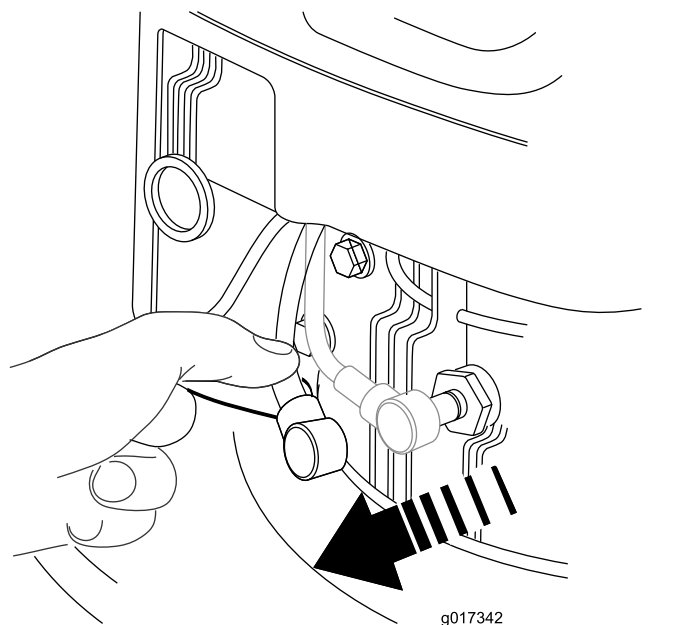

图 19
- 在执行任何维护程序之前应断开火花塞上的火花塞电线图 19。
2. 断开火花塞上的电线图 19。